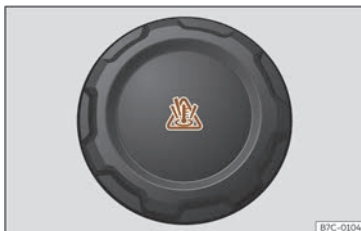

Fig. 194 Van dianteiro: tapón do depósito de expansión do líquido refrixerante.
- O depósito de expansión do líquido refrixerante do motor reconécese polo símbolo que hai sobre a tapa ⚠ >>> **fig. 194**